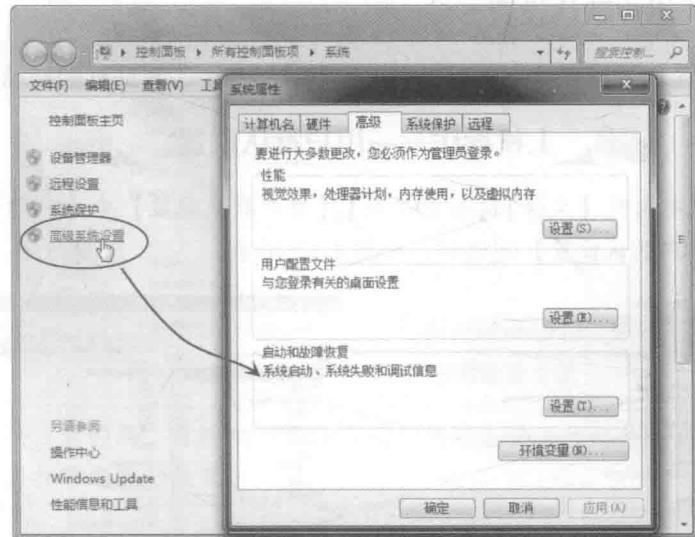

图 1-7 【系统属性】对话框
- 在桌面上右击，执行【我的电脑】|【属性】命令，弹出【控制组】窗口。在窗口中选择左栏中【高级系统设置】选项，弹出【系统属性】对话框，如图 1-7 所示。